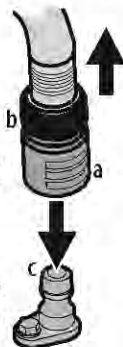

Figure 31
3. Tirez sur le collier d'arrêt (a) de l'adaptateur (b) pour retirer l'adaptateur (b) de l'embout du système de nettoyage du plateau de coupe (c). Relâchez le collier d'arrêt pour fixer l'adaptateur sur l'embout du système de nettoyage. Voir Figure 31.